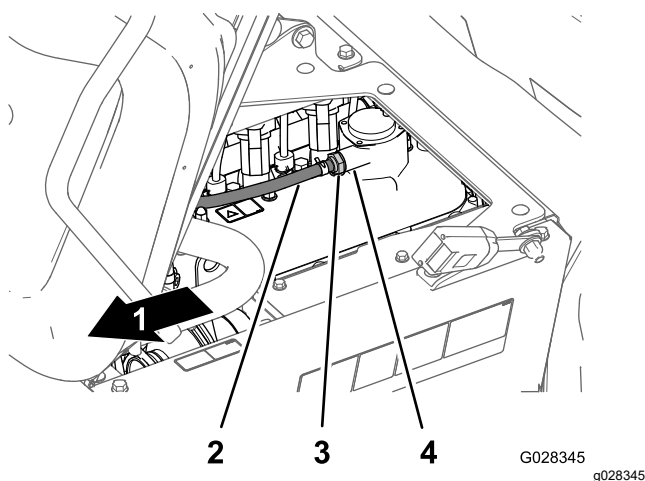

Figure 81
4. Insérez le clapet PCV jusqu'à ce qu'il soit complètement engagé dans le joint du raccord du couvre-culasse (Figure 81).
2. Déposez le clapet PCV du raccord sur le couvre-culasse (Figure 81).
Remarque: Si l'ajutage interne du clapet PCV cliquète, alors le clapet est réparable ; dans le cas contraire, remplacez le clapet (Figure 81).